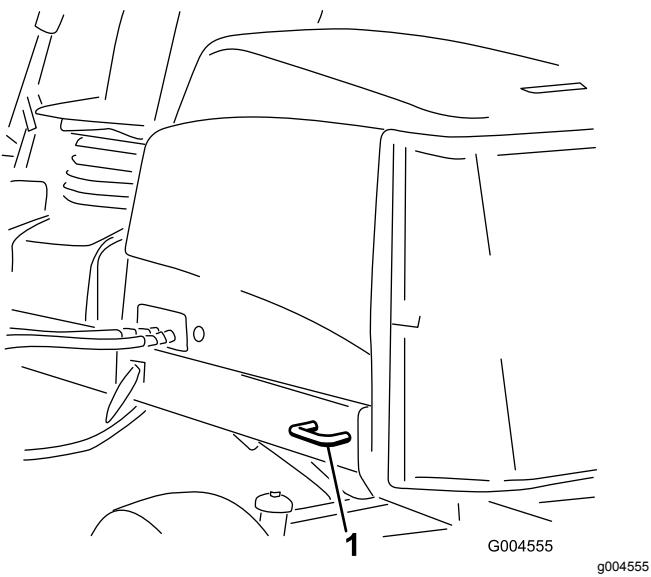

Figura 40
- Posteriore – Ogni lato della macchina sul telaio posteriore (Figura 40).